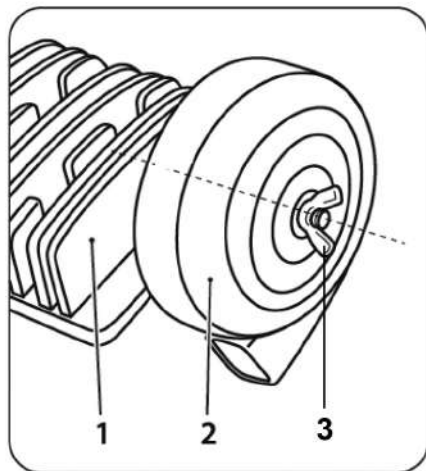

Рис. 8
1. Открутите корпус фильтра 2 (рис. 8) против часовой стрелки от поршневого блока (1).
2. Открутите гайку (3) крышки корпуса воздушного фильтра и снимите крышку корпуса воздушного фильтра.